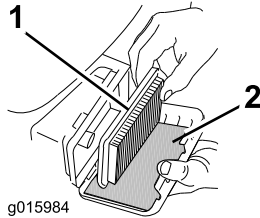

Figure 27
3. Retirez l'élément en papier et le préfiltre en mousse (Figure 27).